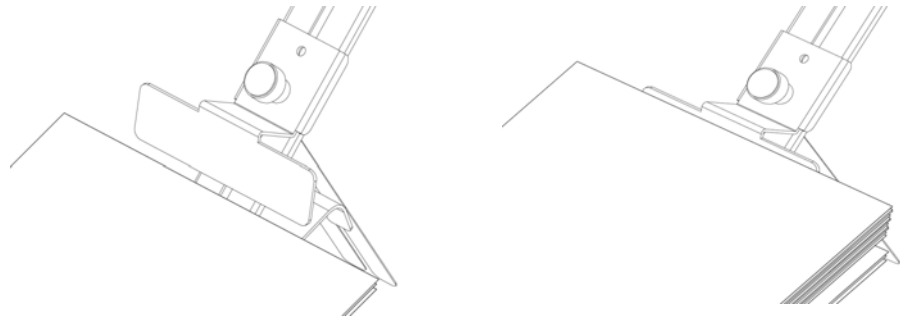

Abbildung 14: Justieren der Führung
- Schieben Sie die Führung in Richtung des Stapels, sodass die unteren zwei oder drei Produkte vom Gewicht des Stapels befreit sind (siehe Abbildung 14).